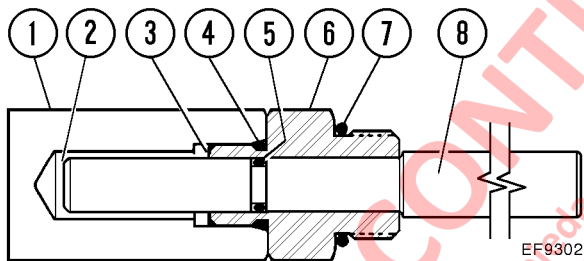

FIGURA 5-2. INDICADOR DE DESGASTE DEL FRENO
El desgaste del disco del freno debe realizarse cada 1000 horas con una herramienta indicadora de desgaste (EF9302), la cual se incluye en el grupo de herramientas enviado con el camión. Vea la Figura 5-2.
- a. Saque la cubierta (1, Figura 5-2) del indicador de desgaste.
- b. Empuje el pasador (8) hasta que se detenga contra el pistón del freno.
- c. Mida la distancia desde la cara extrema del pasador del indicador (2) hasta la cara de la caja (3).
- ☐ Si la cara extrema del pasador del indicador (2) está al mismo nivel o más abajo que la cara de la caja (3), significa que el paquete de discos está desgastado más allá de los límites seguros de desgaste. Debe programar la reconstrucción de estos frenos.
- ☐ Si la cara extrema del pasador del indicador (2) se extiende sobre la cara de la caja (3), significa que el desgaste del disco de freno todavía está dentro de los límites permitidos.
7. Tire el pasador (8) hasta que se detenga con la caja de la herramienta (6). Instale la cubierta (1).
NOTA: Si observa cualquier fuga alrededor de la herramienta indicadora de desgaste del disco de freno, reemplace las juntas tóricas (4, 5 y 7, Figura 5-2).